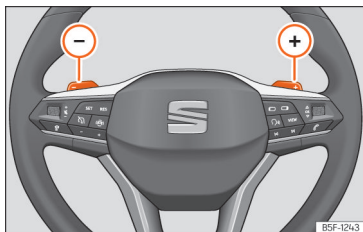

Abb. 103 Lenkrad: die Hebel für Automatikgetriebe.
- Tippen Sie die Schaltwippe (+), um einen Gang hochzuschalten »» (Abb. 103).